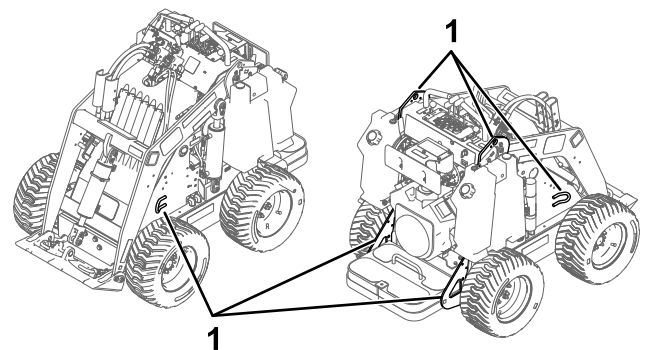

Bild 14
8. Befestigen Sie die Maschine mit den Metallbefestigungsschleifen und Riemen, Ketten, Kabel oder Seilen am Anhänger oder Pritschenwagen (Bild 14). Halten Sie die örtlichen Vorschriften für die Vergütung ein.
Sie können die Maschine mit den Vergurtungsstellen bzw. Hebeschlaufen als Hebestellen anheben, wie in Bild 14 abgebildet.